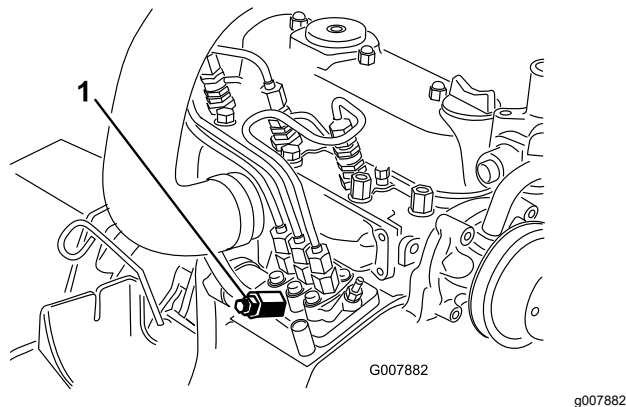

Figura 38
3. Coloque un trapo debajo del tornillo de purga de aire de la bomba de inyección de combustible y abra el tornillo (Figura 38).